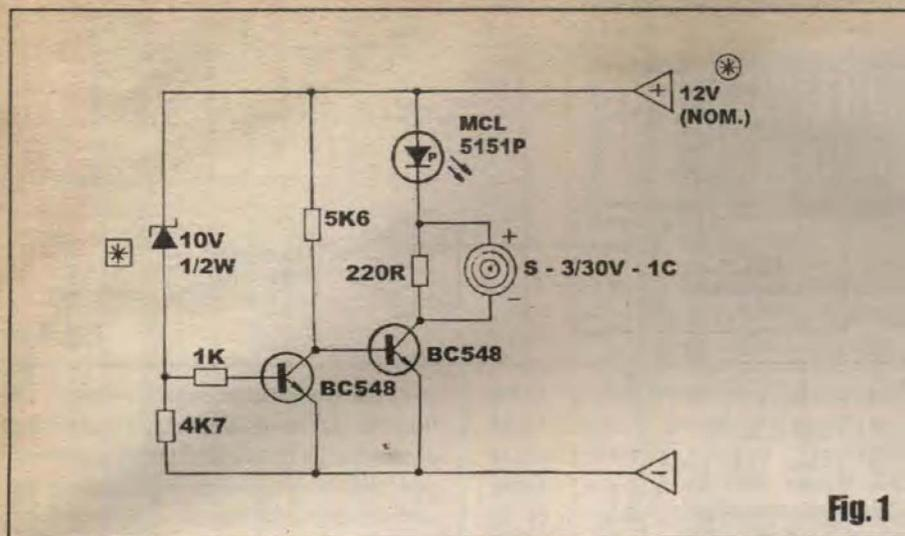

Fig. 1
- FIG. 1 - DIAGRAMA ESQUEMÁTICO DO CIRCUITO - Simples, preciso, confiável, barato e extremamente *muquirana* nas suas necessidades energéticas (tanto em *stand by* quanto na condição de alarme disparado...): o diodo *zener* (componente intrinsecamente de muito boa precisão no seu valor nominal de *voltagem*...), *seriado*